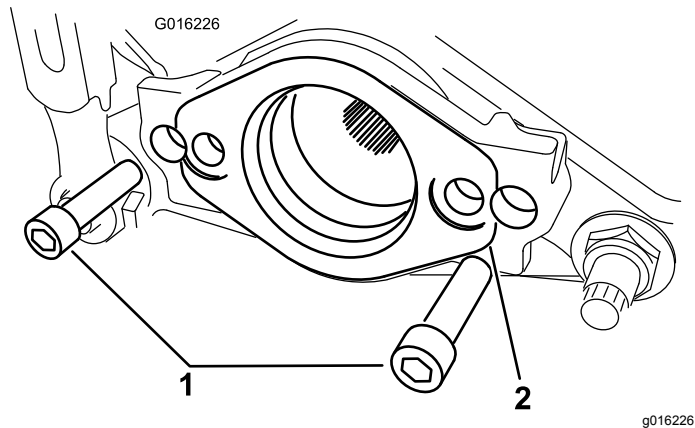

图5
8. 如果要将此套件安装到 Triflex 机器上应拧下将马达支架固定到滚刀组上的 2 个螺栓。拆下马达支架 (图5)。